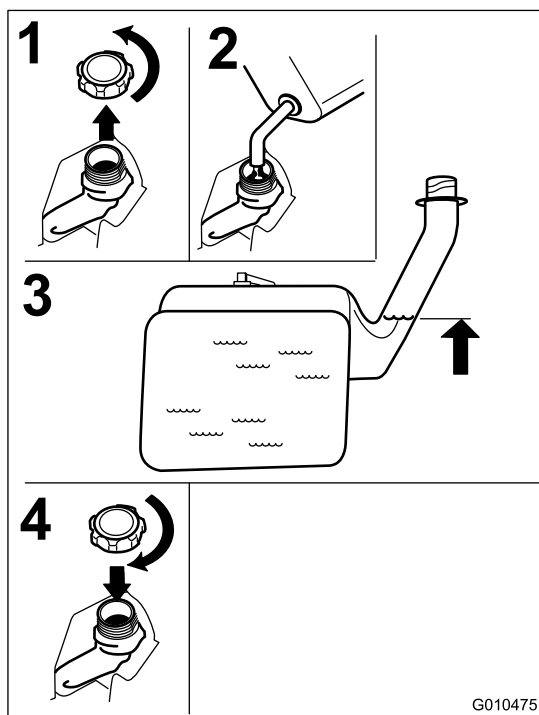

Figura 12
2. **Lentamente** adicione gasolina normal, sem chumbo até o combustível chegar à base do tubo de enchimento Figura 12.